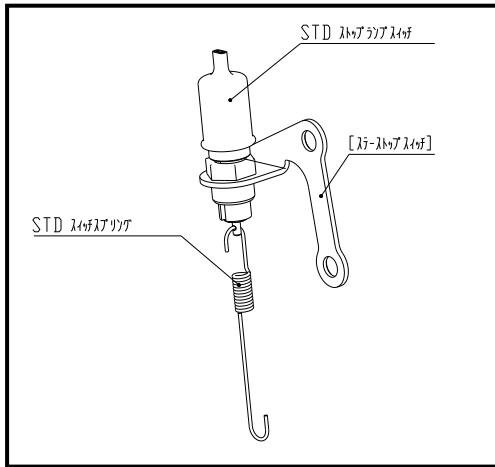

図1
- ① STDステップを外します
- ② STDパーツをモリワキ製ステップに付け替えます。(部品構成図及び、下図参照)
- ・ STDストップランプスイッチを[ステー、ストップスイッチ]に差し込む。(図1)
- ・ STDスイッチスプリングをスイッチ側に取り付ける。(図1)